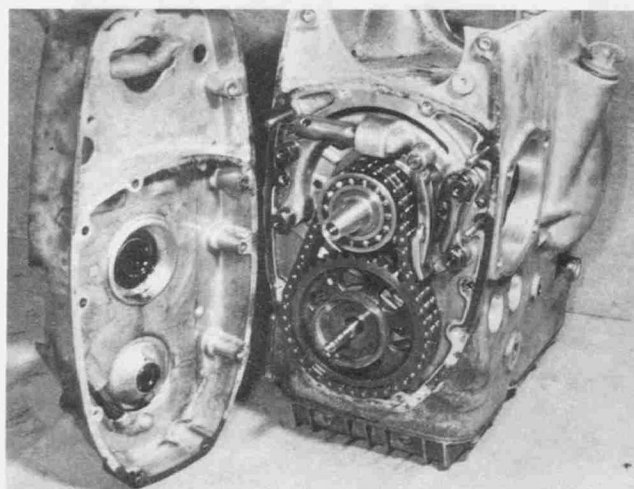

Bild 38
- Die neun Innensechskant-Einbauschrauben sowie die drei Innensechskant-Haltemuttern des Kettenkastendeckels abziehen (Bild 38).